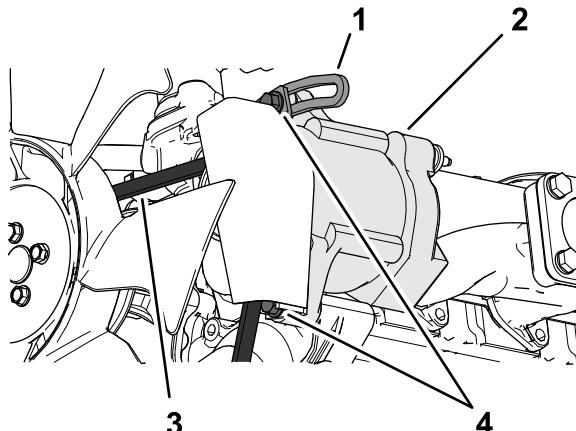

图 89
3. 松开交流发动机枢轴点上的皮带松开将发电机固定到带槽支架上的螺栓图 89。